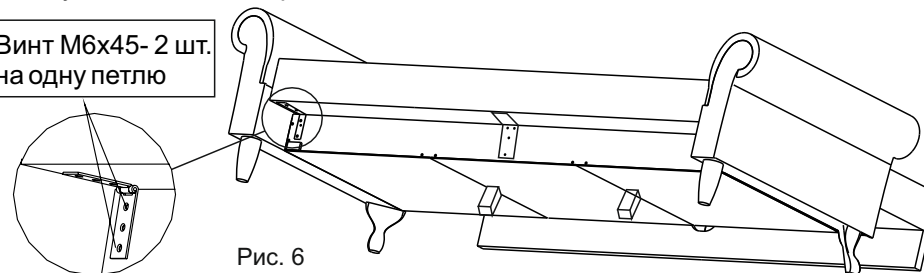

Рис. 6
- 7) **перевести** сиденье в полностью разложенное положение и прикрутить спинку к основанию см. рис. 6.